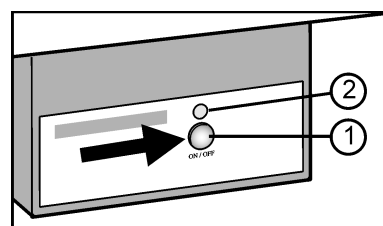

Fig. 7
- ▶ Tecla On/Off Fig. 7 (1) apertar, de modo que o LED Fig. 7 (2) fique aceso.